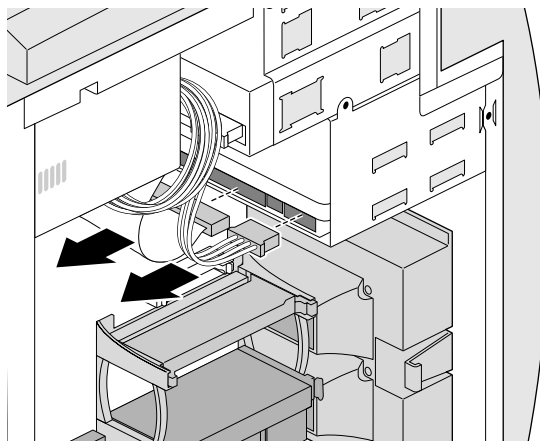

Figure 4-10 Déconnexion des câbles d'un disque dur interne
4. Si plusieurs disques durs sont installés, déconnectez les câbles à l'arrière de ces disques, comme indiqué à la Figure 4-10.